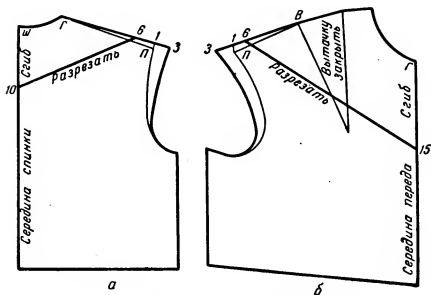

Рис. 296. Нанесение линий фасона блузки с кокеткой:
**Спинка.** Для построения цельнокроеного короткого рукава от точки П вверх откладывают 1 см (рис. 296, а), затем от точки Г через точку 1 проводят линию длины рукава так, чтобы она вышла за точку 1 на 3 см. После этого от точки 3 вычерчивают пройму спинки. От точки 3 влево по линии плеча откладывают 6 см. От точки Ш вниз посередине спинки откладывают 10 см (длина кокетки), точку 10 соединяют по линейке с точкой 6.
**Полочка.** Для построения короткого рукава от точки П вверх откладывают 1 см (рис. 296, б), затем от точки В через точку 1 проводят линию длины рукава так, чтобы она вышла за точку 1 на 3 см. После этого от точки 3 вычерчивают пройму рукава полочки. От точки 3 вправо по линии плеча откладывают 6 см. От точки Г вниз посередине переда откладывают 15 см, точку 15 соединяют по линейке с точкой 6 (эту линию проводят только после закрытия вытачки).